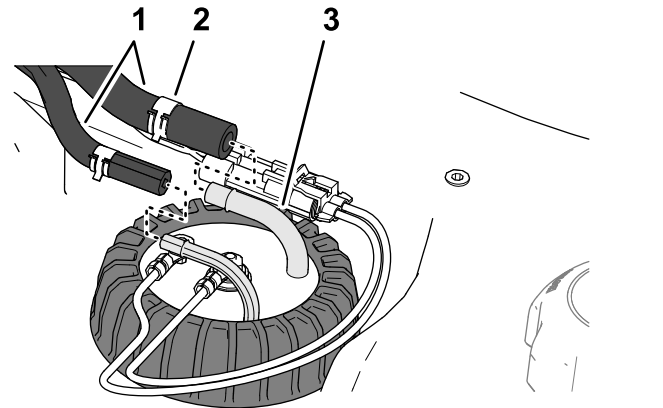

**Figura 87**
3. Retire el conector hembra de 2 vías del arnés del sensor de combustible del conector de 2 pines del arnés de cables de la máquina (Figura 87).